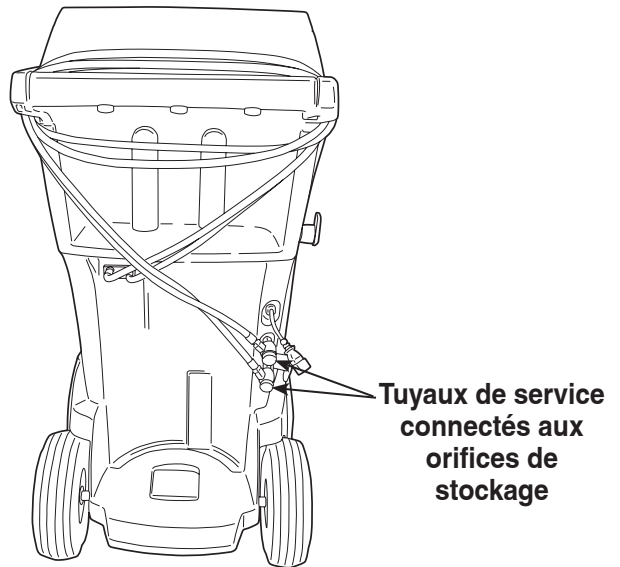

Figure 3
1. Quand vous y êtes invité, connectez les tuyaux de service de la machine à leurs orifices de stockage, comme indiqué dans la figure 3.